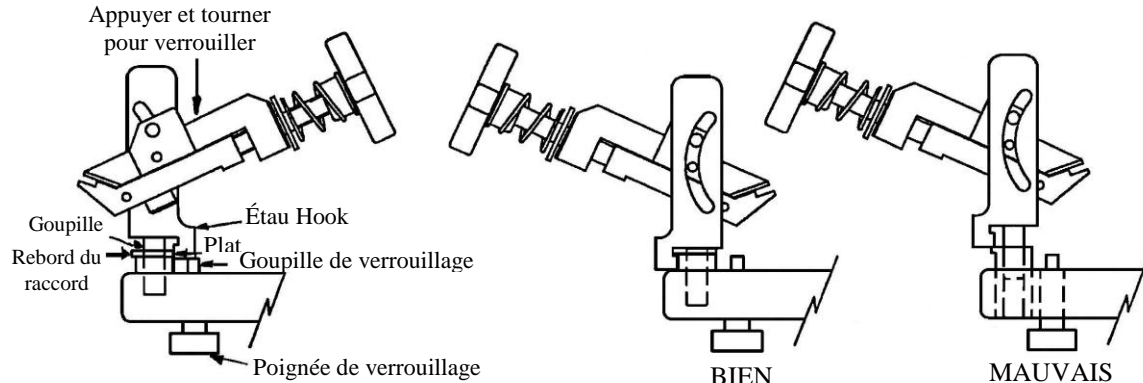

Figure 9
8.3.8 Installation de l'étau à lame sur le bras d'appui (voir la figure 9)